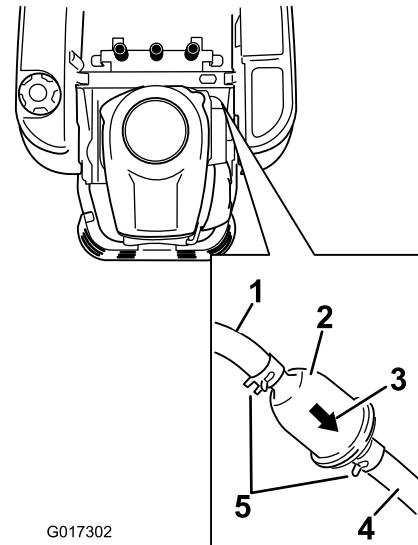

Figura 43
3. Localize o filtro do combustível na parte lateral do motor (Figura 43).
4. Aperte as pontas dos grampos da tubagem e afaste-as do filtro (Figura 43).
7. Mova as abraçadeiras para junto do filtro (Figura 43) para o fixar no lugar.